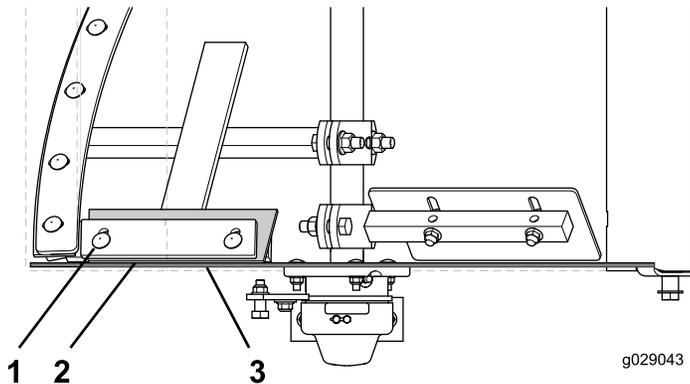

**Figura 70**
5. Ajuste la posición de la escobilla para que toque ligeramente el tambor sobre el largo de la escobilla (**Figura 70**).